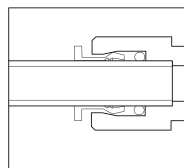

Fig.2
- ▶ Asegúrese de introducir el tubo completamente (Fig. 2).